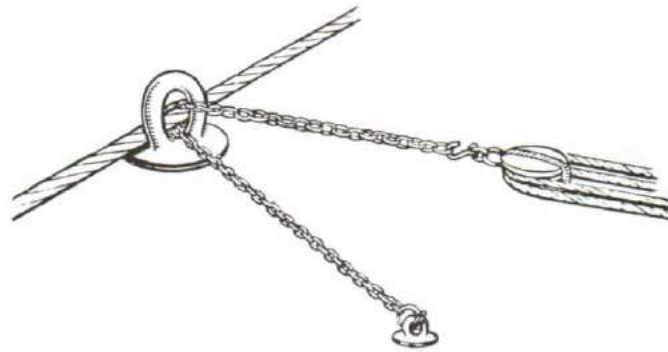

Figure 10-39
3. A chain check stopper is used to control a wire rope being paid out. One end is secured to a convenient deck clench or ring bolt. The other end is passed around the wire and back through the deck clench or ring bolt, any strain put on this end of the chain by means of a small purchase, or "jigger" will nip the rope against the ring bolt and will control its speed as it runs out. Figure 10-39.
3. La bosse cassante de chaîne sert à régler la façon dont on file une aussière métallique. On fixe une extrémité de la bosse à un piton de pont ou à une boucle; on ceinture l'aussière avec l'autre extrémité qu'on fait revenir aussi dans le piton ou la boucle. La tension exercée sur cette dernière extrémité de la chaîne au moyen d'un petit palan, ou étarquoir, étranglera le câble contre le piton et en réglera la vitesse au fur et à mesure qu'il filera (voir la figure 10-39).